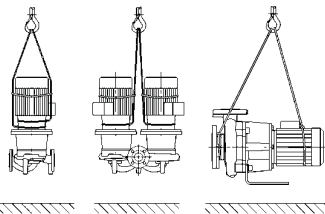

fig. 4: Bevestigen van de pomp
- De transportogen aan de motor zijn hierbij alleen bestemd voor de geleiding bij het optillen van de last (fig. 4).